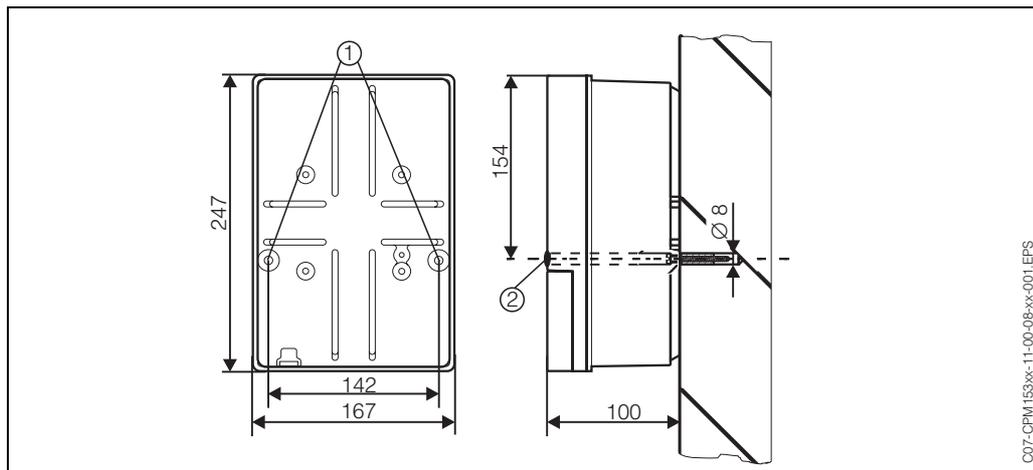

Рис. 2: Размеры для настенного монтажа: Крепежные винты: диаметр 6 мм
1. Подготовьте отверстия в стене согласно Рис. 2
2. Вставьте два крепежных винта через имеющиеся пазы ①.
4. Закройте отверстия для крепежных винтов пластиковыми затычками ②.